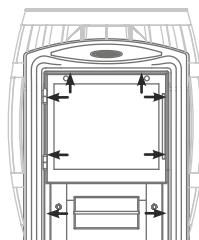

Рисунок 6. Место установки саморезов.
1. открутить саморезы 8 шт., которыми прикрепляется дверца с рамкой к топливному каналу и снять ее; (см. рисунок 6)